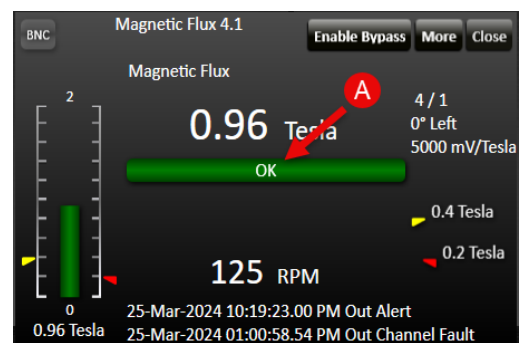

图 8-7) 状态栏
- 使用 VC-8000 维护软件检查气隙通道的状态栏 (A)。验证状态是否正常(参见图 8-7)。